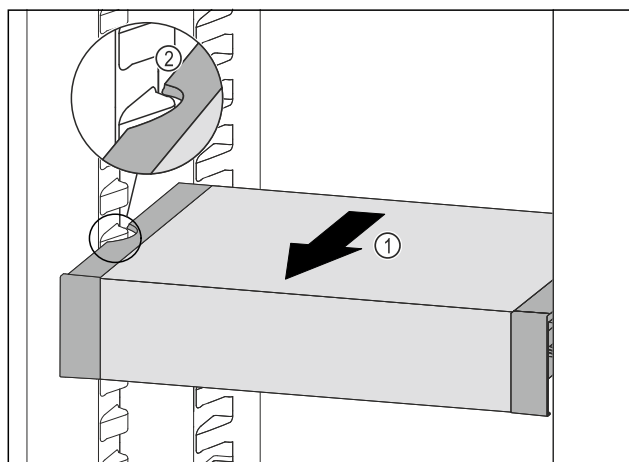

Fig. 62
- ▶ Dra VarioSafe framåt Fig. 62 (1) tills sidofördjupningarna på VarioSafe är i samma nivå som behållarlisterna i kyldelen. Fig. 62 (2)